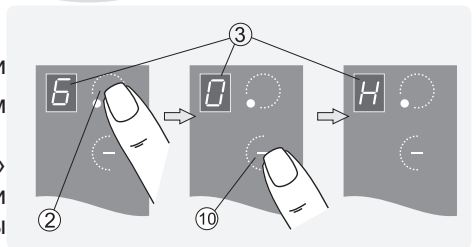

Рис.10
1. Работавшую конфорку перевести касанием зоны ^② в режим управления (рис. 10).